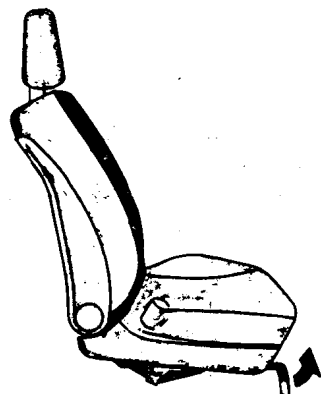

图 2-4 前座椅的前后调整
(1) 前座椅的前后调整 调整时，拉起座椅下面前方的拉杆，座椅即可向前或向后移动至所需位置。移动座位之后放下拉杆，并再移动一下座位，使定位机构卡住，见图 2-4 中箭头所示。
(2) 前座椅靠背角度的调整 人体前倾，转动靠背旁的旋钮即可。在行驶中切勿将靠背过分向后倾斜，以免影响安全带的效果。
(3) 座椅高度的调整 人体重量向前移, 拉起座位外侧的调整杆, 用体重把座位调到所需位置, 然后放开拉杆。
(4) 后座椅座垫的拆装 取下座椅前面的两个螺钉, 把座垫向上取出。重装时, 把座椅一直推到靠背下面, 直到钢丝进入底座相应的槽口, 压下座垫的前端并把螺钉重新旋紧。在新装上座垫时, 必须把固定在车内地板上的安全带锁重新装到座垫上。
(5) 司机座椅的调整 为确保安全, 司机座椅只允许在汽车静止时进行调整。